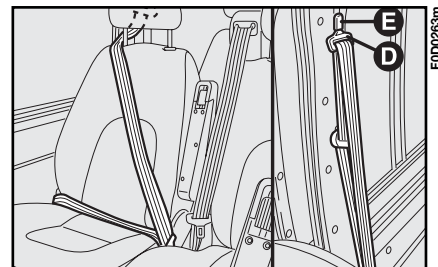

fig. 13
- **fig. 13** posto laterale destro prima fila